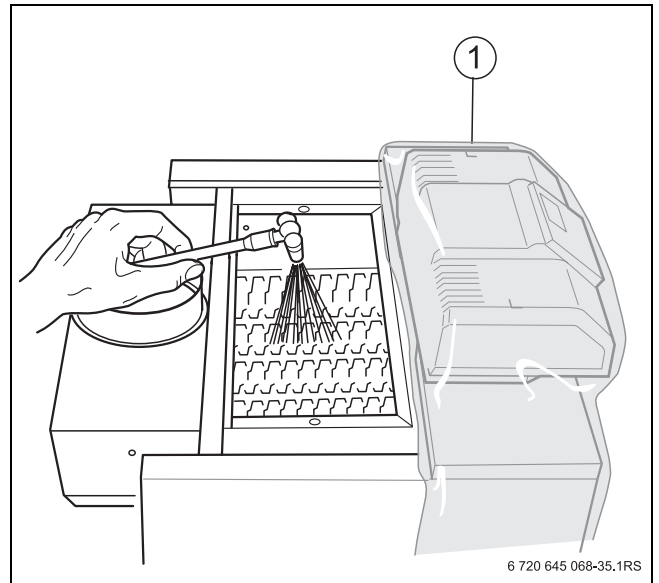

Рис. 43 Влажная чистка котла
- ▶ Равномерно распылите чистящее средство сверху в газоотводящие каналы (→ рис. 43).